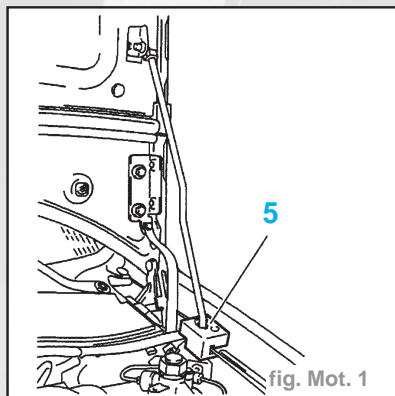

fig. Mot. 1
- Positionner le capot verticalement à l'aide de l'outil (5) (cale 8004-T) (fig. Mot. 1).